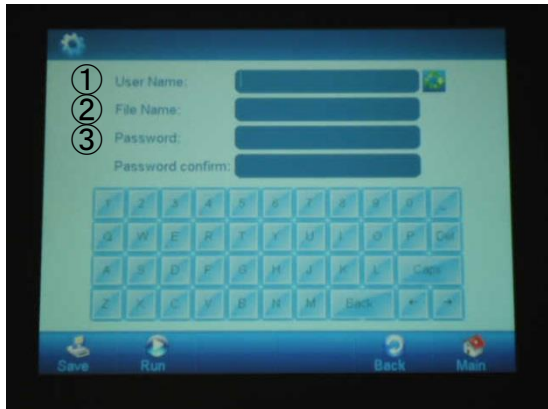

図9
保存設定画面が表示されたら、ユーザー名(図9-①)とファイル名(図9-②)を入力します。
- ・パスワードも設定可能です。(図9-③)